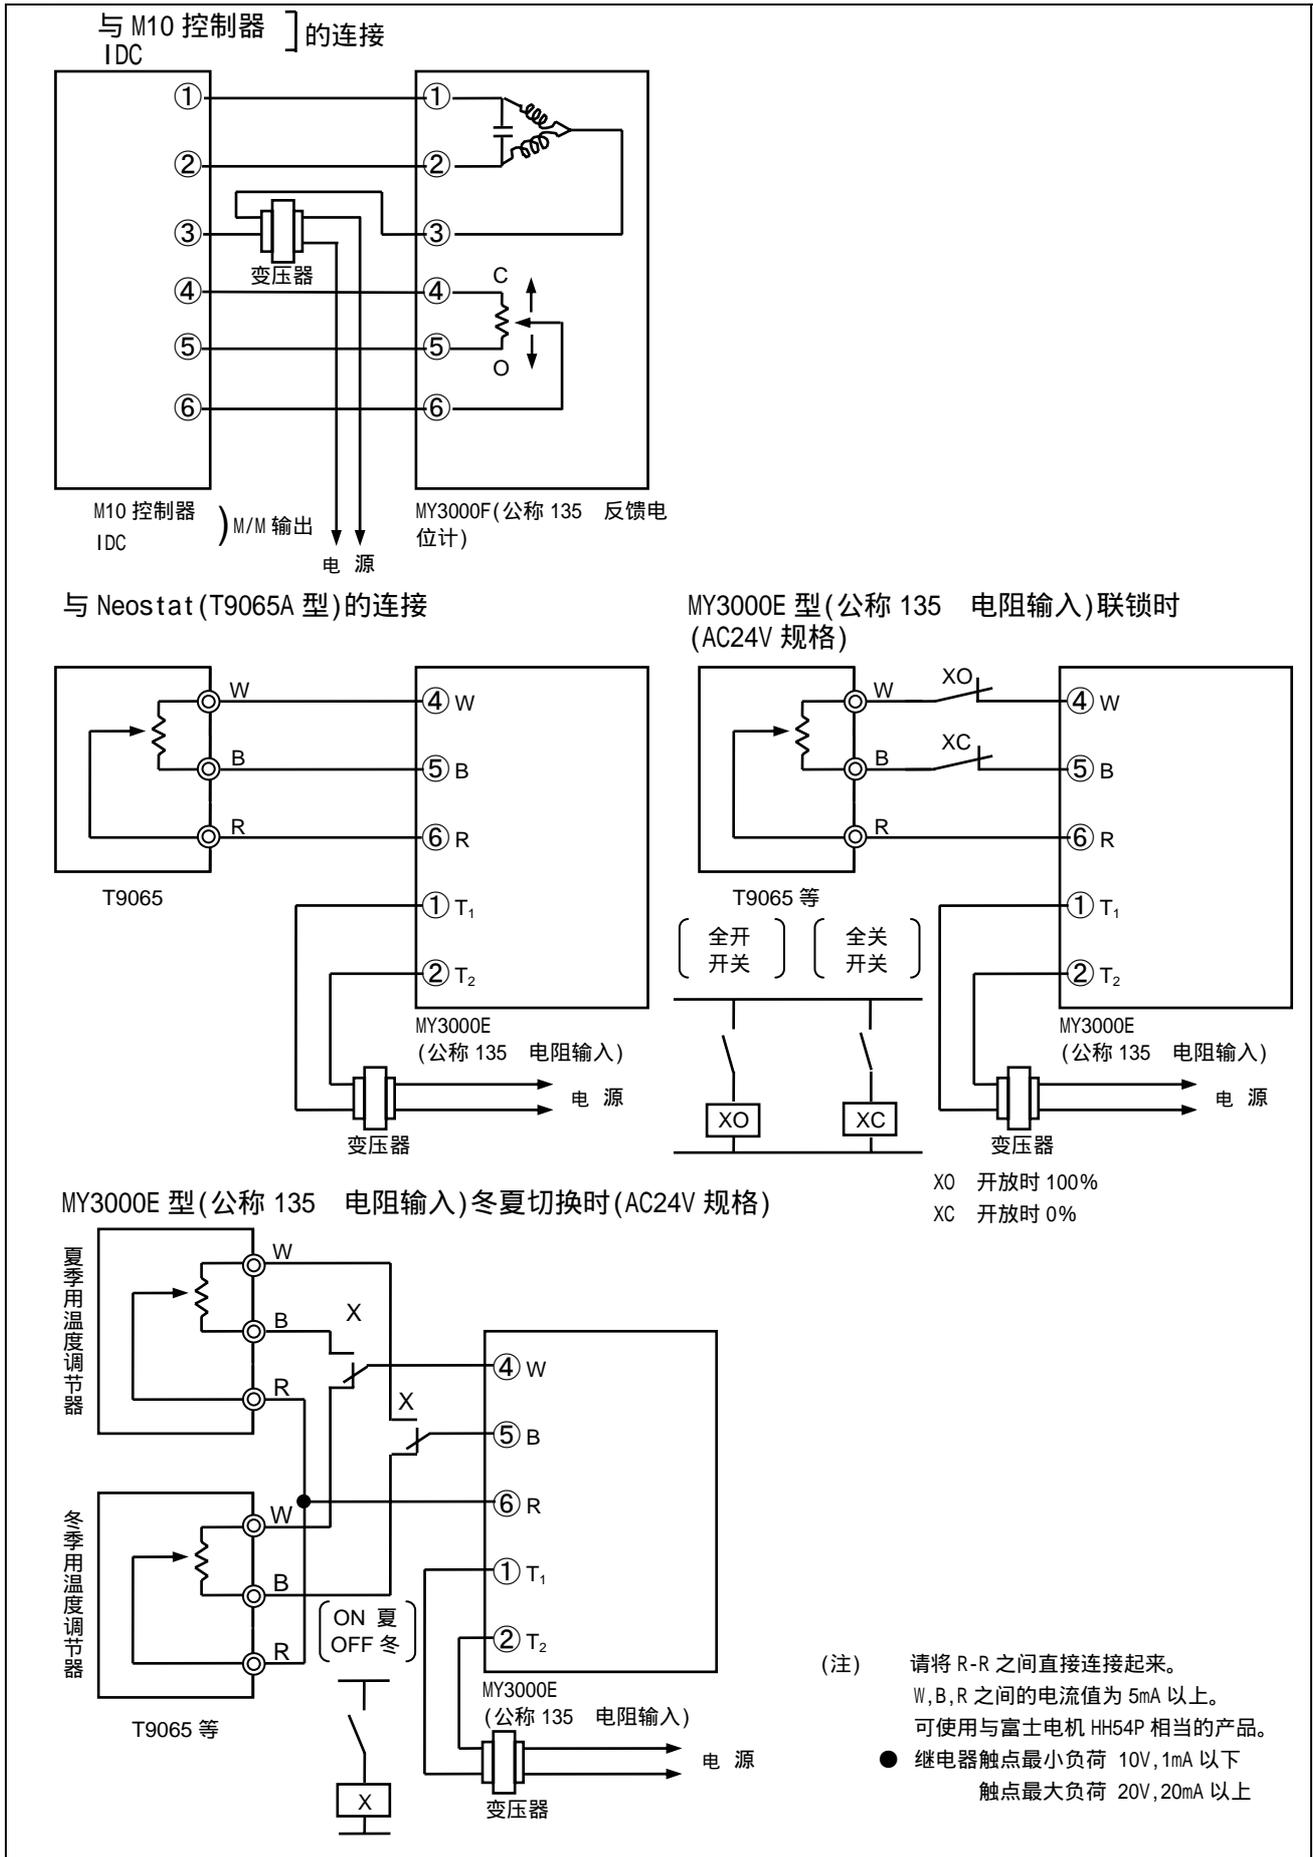

图 15 IDC、Neostat、联锁时、冬夏切换时的接线例
- 4) 本产品的接线，用端子(M3.5 螺丝)进行连接。请参考图 4 的端子台、图 10~图 14 的接线端子图、图 15~图 18 的接线例/应用例，正确地进行连接。